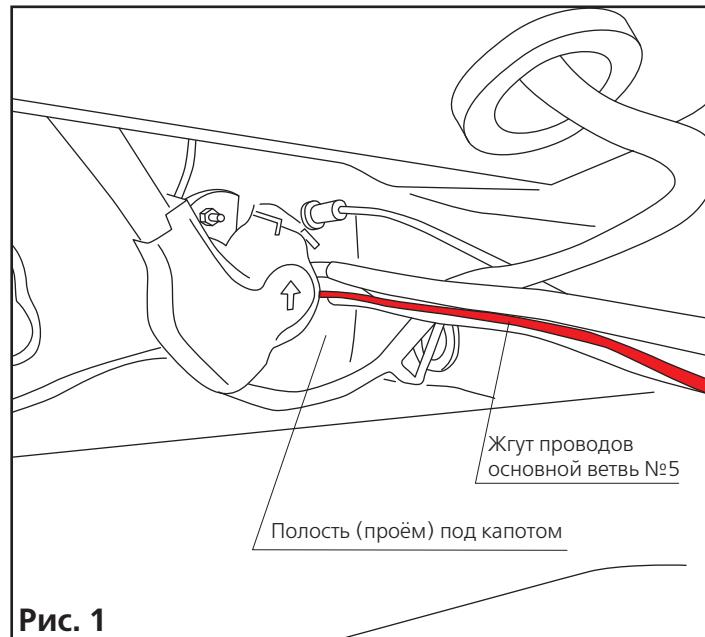

Рис. 1
3.4.11 Протяните жгут проводов основной ветви №5 из полости (проёма) под капотом к аккумулятору (рис. 1). Для удобства прикрепите жгут проводов основной ветви №5 к штатному жгуту проводов изолентой.